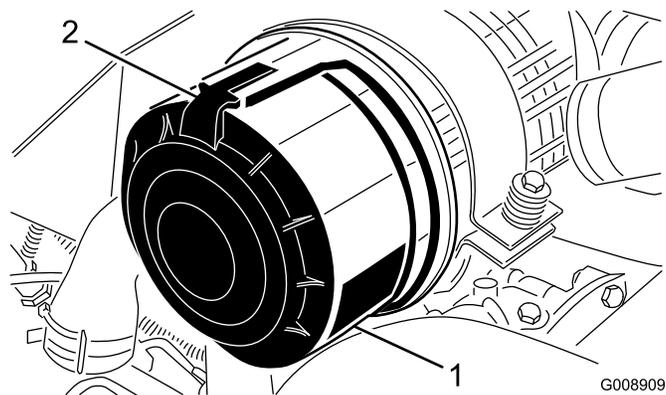

Figura 42
1. Rilasciate i fermi che fissano il coperchio del filtro dell'aria al relativo corpo (Figura 42).